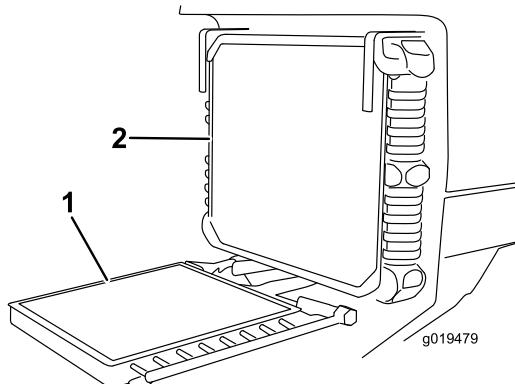

Figura 67
7. Svitate le manopole e ruotate all'indietro il radiatore dell'olio (Figura 67).